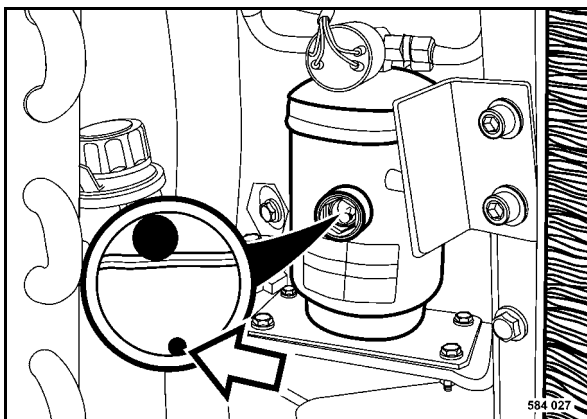

fig. 122
- Vérifier les perles d'humidité (fig. 122) dans le regard du dessiccateur.